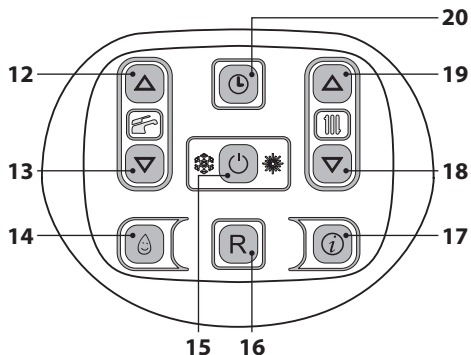
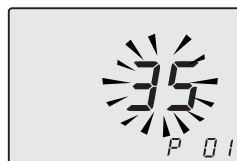

Figura 9.27
Figura 9.28
- Entrare in "modalità programmazione" premendo contemporaneamente per 10 secondi i tasti 15 - 18 - 19 (Figura 9.27) fino a far apparire sul display LCD le lettere **P01** che si alternano con il valore del parametro (94=M260MR.2025 SV/T o 95=M260MR.2530 SV/T), indicanti l'entrata nel "parametro 01" (Figura 9.28).